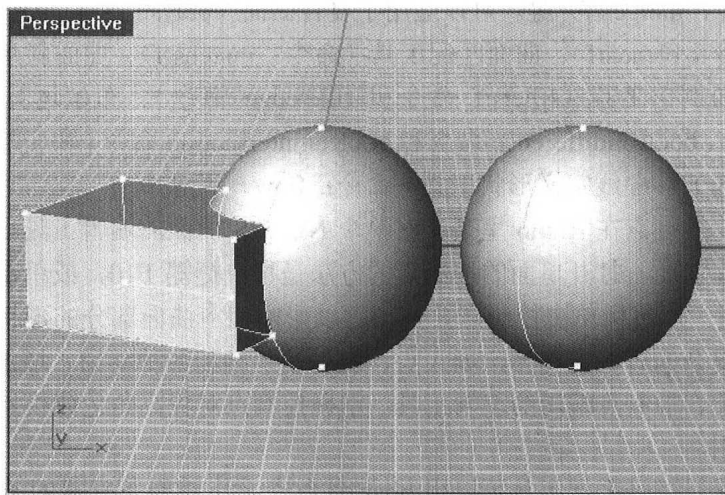

图 2.5 用 showedges 命令可以显示物体的边
(2) 曲面的边界 (edge)。一个单独的 NURBS 至少有两条边。这种情况是指完全闭合的曲面, 如球体。球体的两条边重合在它的接缝处。执行 showedges 命令, 可以看到一条 UNRBS 曲面的边。如图 2.5 所示。